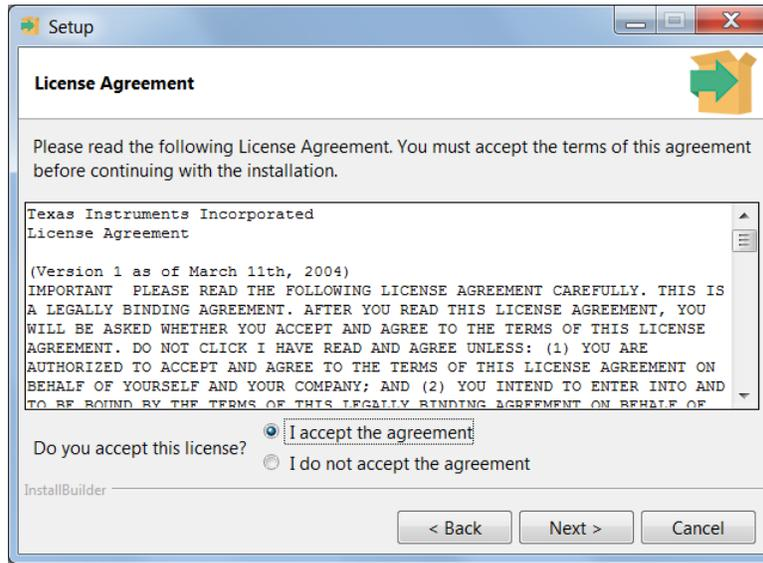

图 6. XDS110 驱动程序许可协议
2. 阅读并接受许可协议，单击下一步 (Next) 按钮（见图 6）。